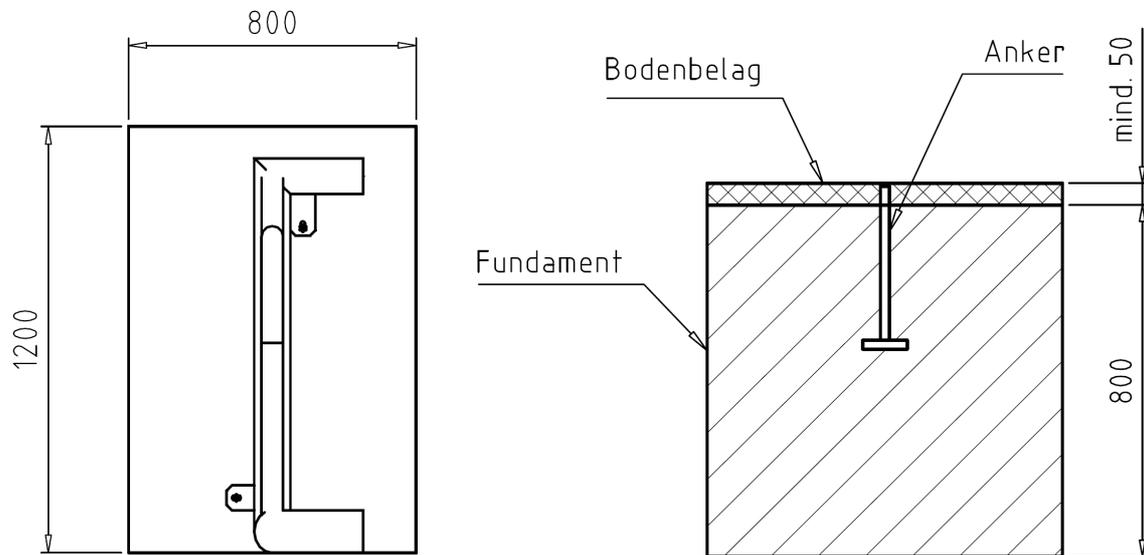

Abbildung 3: Fundament
- Vorgefertigte Teile und Zubehör auspacken und kontrollieren. Querlatte ③, Seitenteile ① und Bodenrohr ④ so zusammenfügen, dass sich die Profilnut bei den Pfosten und der Querlatte an der Rückseite und bei den Bodenrahmenteilern an der Oberseite befindet. In die Querlatte schieben Sie bitte je Seite ein Mutterstück M6 und fixieren Sie diese mit einer Schraube M6 x 22, um Sie vor dem Rausfallen zu sichern.
- Strebe ② auf Querlatte und Bügel ausrichten und mit Inbusschraube M6 x 22 und U-Scheibe an der Querlatte befestigen. Am Bügel mit Schraube M6 x 70 und Mutter festziehen.
- Das Netz über das Tor spannen (Abb.2) und in die Haken einhängen (Abb.3).